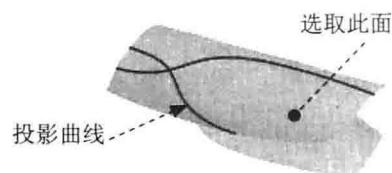

图 1.15 投影曲线 3
Step12. 创建图 1.15 所示的投影曲线 3（投影曲线 2 已隐藏）。在模型树中选取草图 3，单击 按钮；选取图 1.15 所示的面为投影面，采用系统默认方向，单击 按钮，完成投影曲线 3 的创建。